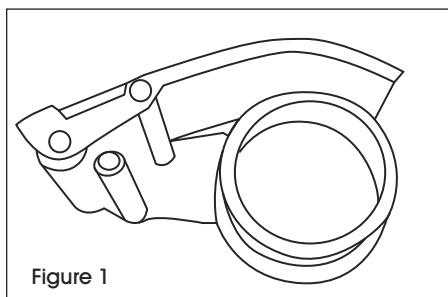

Figure 1
1. Place dispenser on flat surface. (See Figure 1)
1. Placez le dévidoir sur une surface plane. (Voir Figure 1)